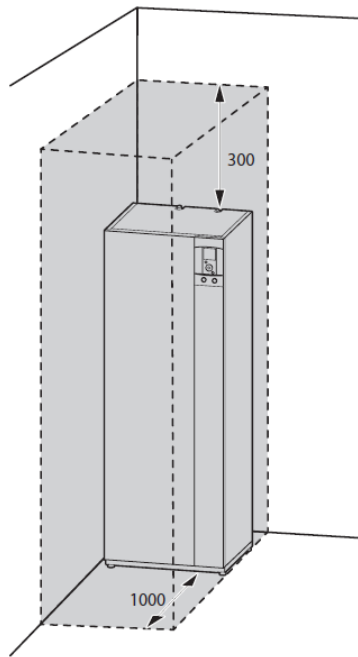

fig. 19 - Distanțe minime de instalare în jurul modulului hidraulic pentru întreținere
- Pentru a facilita intretinerea si pentru a permite accesul la diferitele componente, va recomandam sa asigurati un spatiu suficient in jurul modului hidraulic (fig. 19).